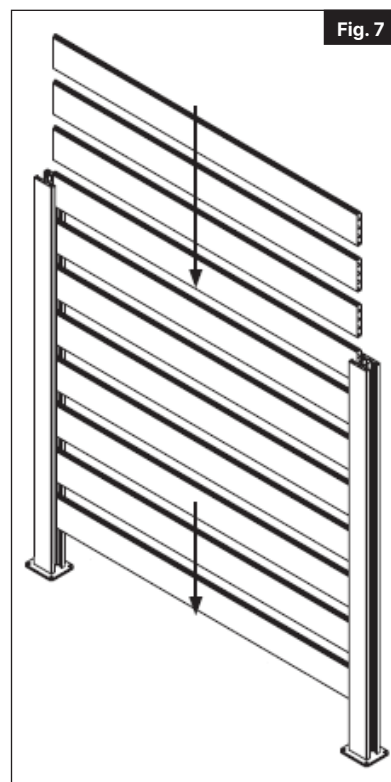

Fig. 7
Une fois les deux poteaux solidement fixés et la lame appuyée sur les espaceurs de 31,8 mm (1 ¼ po), vous pouvez insérer un espaceur de 19 mm (¾ po) dans chaque poteau (Fig. 7).
7. Installez les lames restantes jusqu'à ce que toutes les lames soient en place (Fig. 7).
- 11.** Une fois les deux poteaux d'aplomb et la première lame de niveau, vous pouvez insérer un espaceur de 19 mm ($\frac{3}{4}$ po) dans chaque poteau (Fig. 7).
- 11.** Une fois les deux poteaux d'aplomb et la première lame de niveau, vous pouvez installer les lames restantes jusqu'à ce que toutes les lames soient en place (Fig. 7).